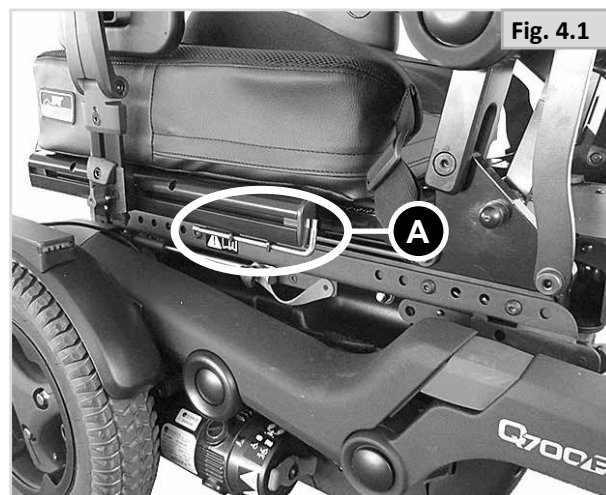

Fig. 4.2
- Setebredden indikeres av skalaene som ligger ved siden av hvert spor (Fig. 4.2).